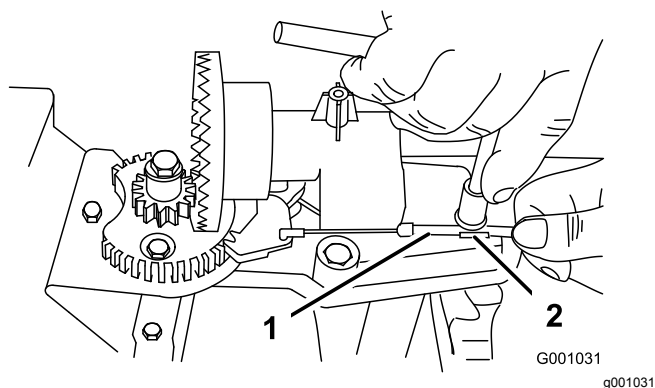
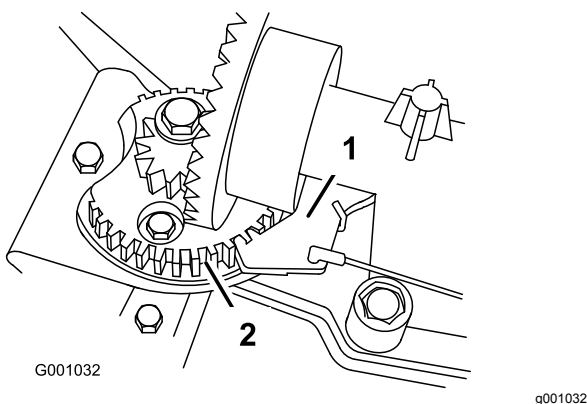

Figura 55
Figura 56
2. Allentate il bullone sul serrafilo per cavi (Figura 55).
3. Afferrate la guaina del cavo e spostatela verso la parte anteriore della macchina fino a quando il fermo del camino di scarico non si innesta completamente nei denti degli ingranaggi (Figura 55 e Figura 56).
Nota: Il fermo è caricato a molla e si sposta naturalmente nei denti degli ingranaggi (Figura 56).